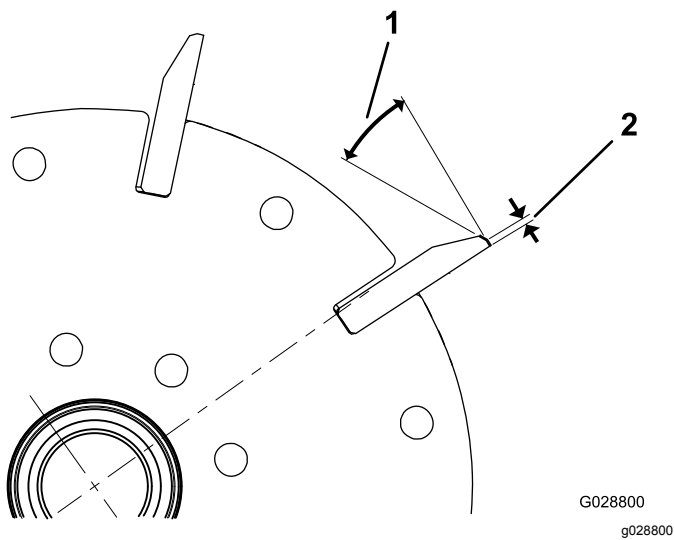

Figure 26
1. Créez un angle de dépouille de 30 degrés sur toutes les lames de cylindre jusqu'à obtention d'une facette de 1,3 mm de largeur (Figure 26).